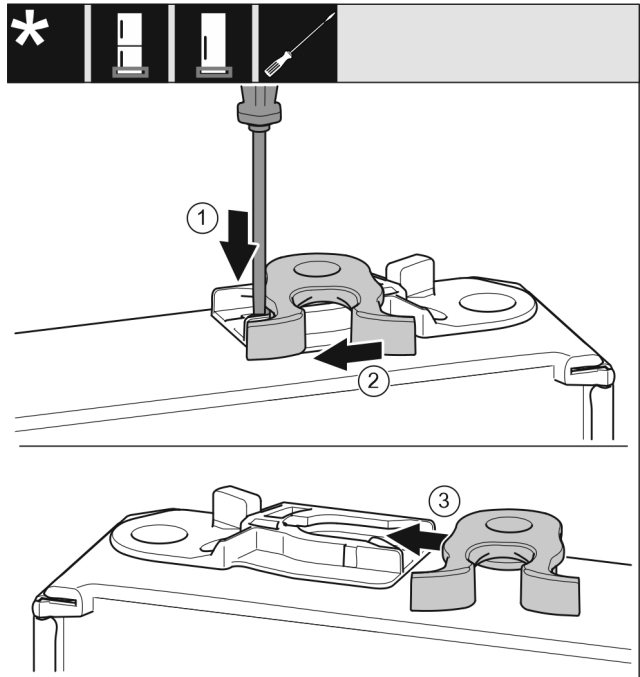

Fig. 20
- Shtypni për poshtë gjuhëzën Fig. 20 (1) me një kaçavidë me kokë petë.
- Nxirrni jashtë nga foleja udhëzuese grepat e mbylljes Fig. 20 (2).
- Futni grepat e mbylljes Fig. 20 (3) në folenë udhëzuese në anën tjetër.